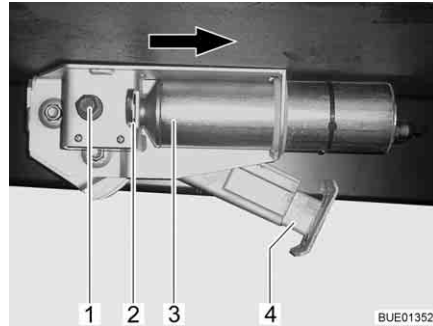

Fig. 37 Vérin stabilisateur électrique sur le véhicule
- Appuyer dans les 2 secondes sur la touche "Sortir le vérin stabilisateur" (Fig. 36,3) et la maintenir pressée jusqu'à ce que le pied d'appui (Fig. 37,4) repose sur le sol.
- Appuyer dans les 2 secondes sur la touche "Rentrer le vérin stabilisateur" (Fig. 36,1) et la maintenir pressée jusqu'à ce que le pied d'appui (Fig. 37,4) soit entièrement rentré. Un signal de contrôle retentit quand le vérin stabilisateur est entièrement rentré.
- Pincer le circlip (Fig. 37,2) vers l'intérieur.
- Déplacer le moteur (Fig. 37,3) jusqu'à la butée dans le sens de la flèche.
- Rentrer ou sortir le vérin stabilisateur comme un vérin mécanique avec la clé à six pans (Fig. 37,1).
Si le dysfonctionnement est éliminé : Pousser le moteur dans sa position initiale dans le sens inverse des flèches. Tirer le circlip (Fig. 37,2) jusqu'à la butée.